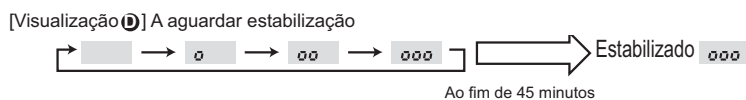

Fig. 8-3
- 3 Prima o botão **FILTER** para confirmar a definição. (Fig. 8-3)